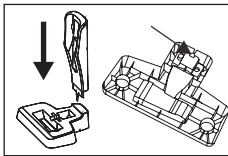

Abb. 1
- Montieren Sie die Ladestation (21+23) - **Abb. 1**, um die Basis zu demontieren, drehen Sie sie um und schieben Sie den Hebel und ziehen Sie das Oberteil heraus.